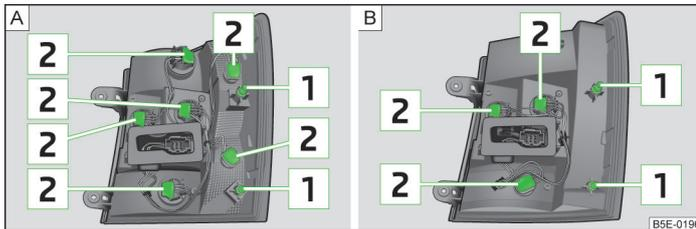

Abb. 235 Äußerer Teil der Leuchte: Grundleuchte / Leuchte mit LED-Dioden
- Die Rückleuchte vorsichtig in die Karosserie hineindrücken, sodass die Bolzen  » Abb. 235 auf Seite 271 an der Leuchte in die Aufnahmen in der Karosserie eingreifen » .
- Die Lampenfassung  » Abb. 235 entgegen dem Uhrzeigersinn drehen und aus dem Leuchtengehäuse herausnehmen.